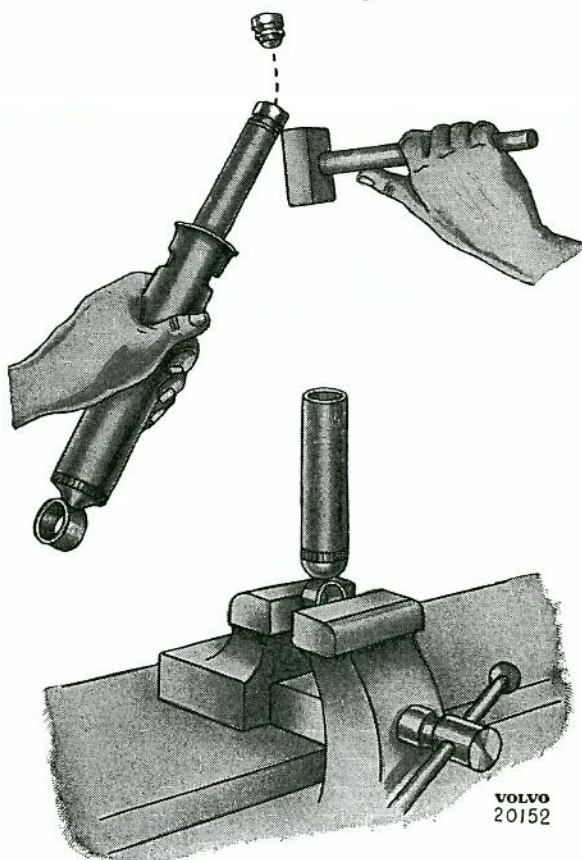

Bild 8. Demontering av ventil
3. Med kolven fortfarande i utdraget läge knackas ventilen (6) loss, bild 8. Cylindern tömmas och drages loss från locket (8).